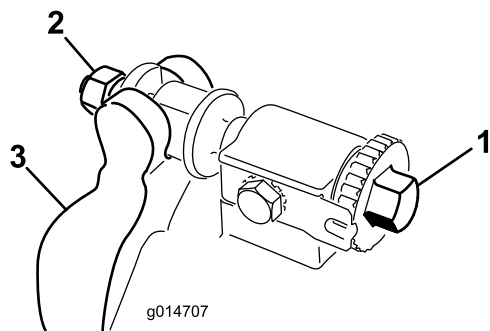

Figura 17
1. Rode o parafuso de ajuste da barra de apoio no sentido contrário ao dos ponteiros do relógio, para afastar a lâmina de corte do cilindro (Figura 17).